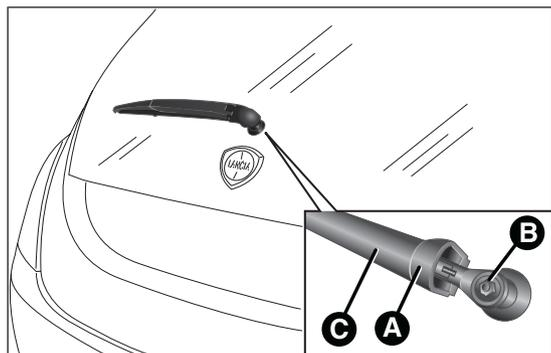

fig. 166
- ❑ sollevare la copertura A fig. 166, svitare il dado B e rimuovere il braccio C;